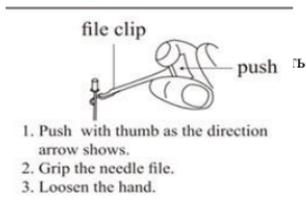

Рисунок 6
4.5.4 Закрепите файл держателем, приблизьте его к верхушке, когда расстояние будет меньше 2 мм, раздастся непрерывный сигнал [Рис. 6].